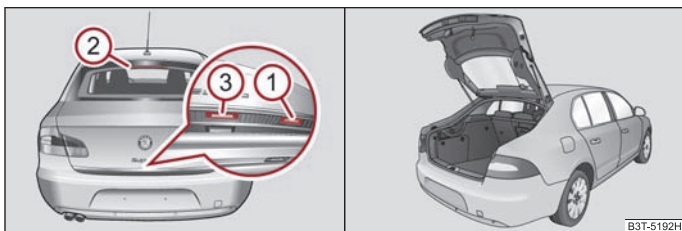

Fig. 31 Mânerul capacului portbagajului/ capacul mare al portbagajului deschis
După descuierea autovehiculului de la telecomandă, respectiv cu cheia ⇒ pagina 42, „Descuierea și încuierea de urgență a ușii conducătorului”, puteți deschide capacul mare al portbagajului ⇒ fig. 31.
- Apăsați mânerul ① ⇒ fig. 31 de pe marginea de jos a capacului portbagajului.
- Așteptați până când lampa frânei ② din lunetă clipește de două ori.
- Apăsați profilulul de prindere ③ și ridicați simultan capacul portbagajului.